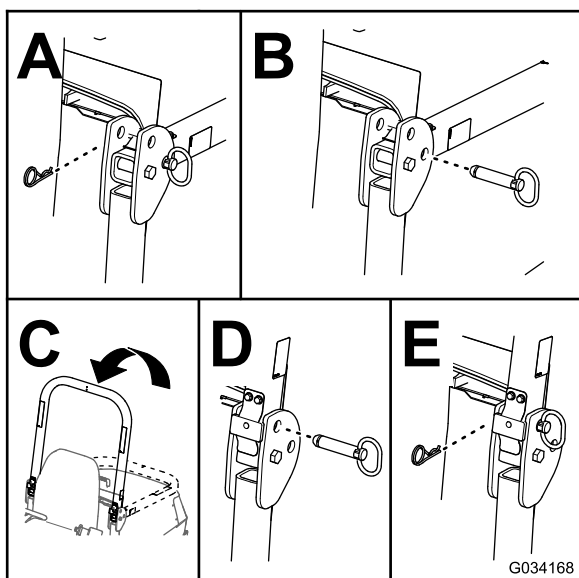

Figure 31
2. Retirez les goupilles fendues et les axes de l'arceau de sécurité (Figure 31).
3. Relevez l'arceau de sécurité et fixez-le en position avec les axes et les goupilles fendues (Figure 31).